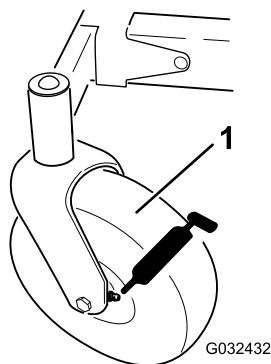
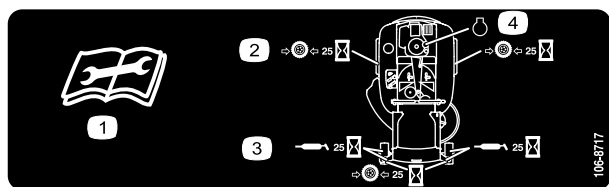

Figure 29
Figure 30
3. Nettoyez les graisseurs (Figure 29 et Figure 30) à l'aide d'un chiffon.
4. Raccordez une pompe à graisse à chaque graisseur (Figure 29 et Figure 30).